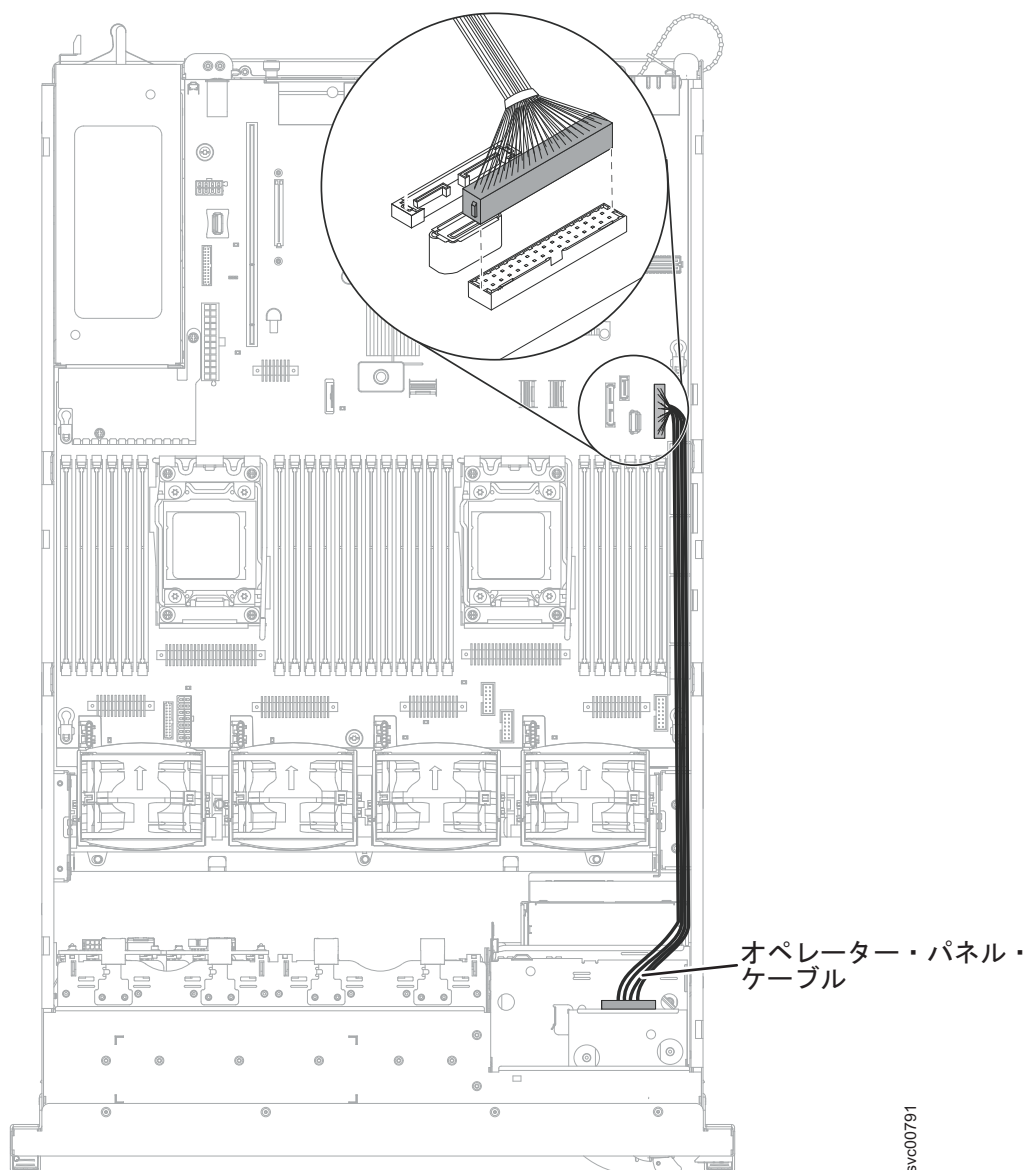

図 265. 2145-DH8 オペレーター情報パネル・ケーブルの取り外し
- 349 ページの図 265 に示すように、ノードの右側のコネクタからケーブルを取り外します。